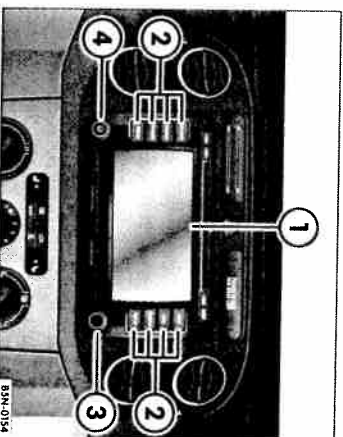

Fig. 13. Elementele de comandă: Ecran (1), taste de selectare (2), buton de reglare (3), buton de pornire oprire și regulator al volumului sonor (4).
- Ecranul poate fi dezactivat manual oricând, apăsând pe una din tastele de selectare ⇒ fig. 13